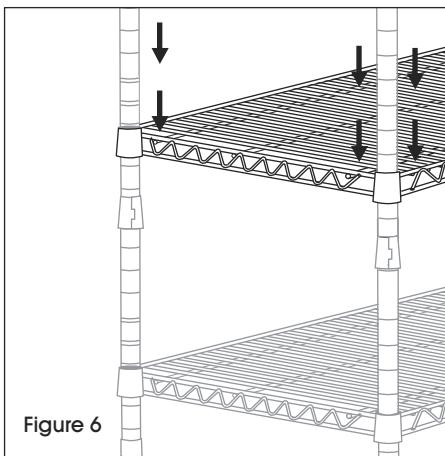

Figure 6
4. Déterminez la hauteur de la tablette suivante, enclenchez les supports sur les montants, puis ajoutez et fixez la tablette. Répétez la procédure pour les tablettes restantes. (Voir Figure 6)